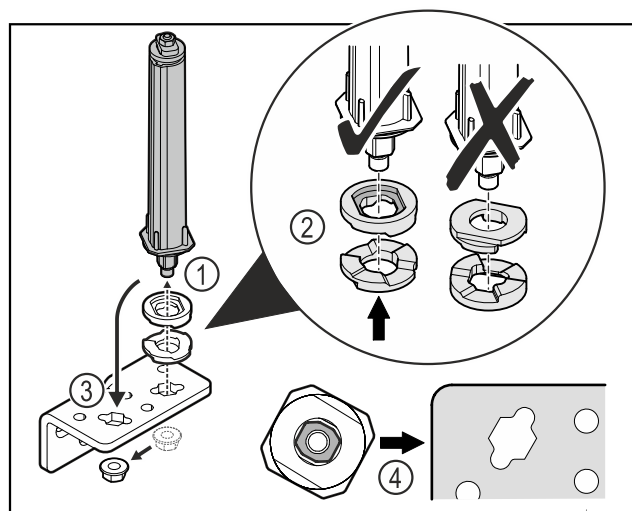

Fig. 47
- Løsne mutteren og fjern dørlåsesystemet Fig. 47 (1).
- Sørg for korrekt innretning av høydejusteringsskivene Fig. 47 (2).
- Sett om dørlukkesystemet i hengselvinkelen og fest med mutteren Fig. 47 (3).
- Ved innsetting, sørg for korrekt innretning av dørlukkesystemet Fig. 47 (4).